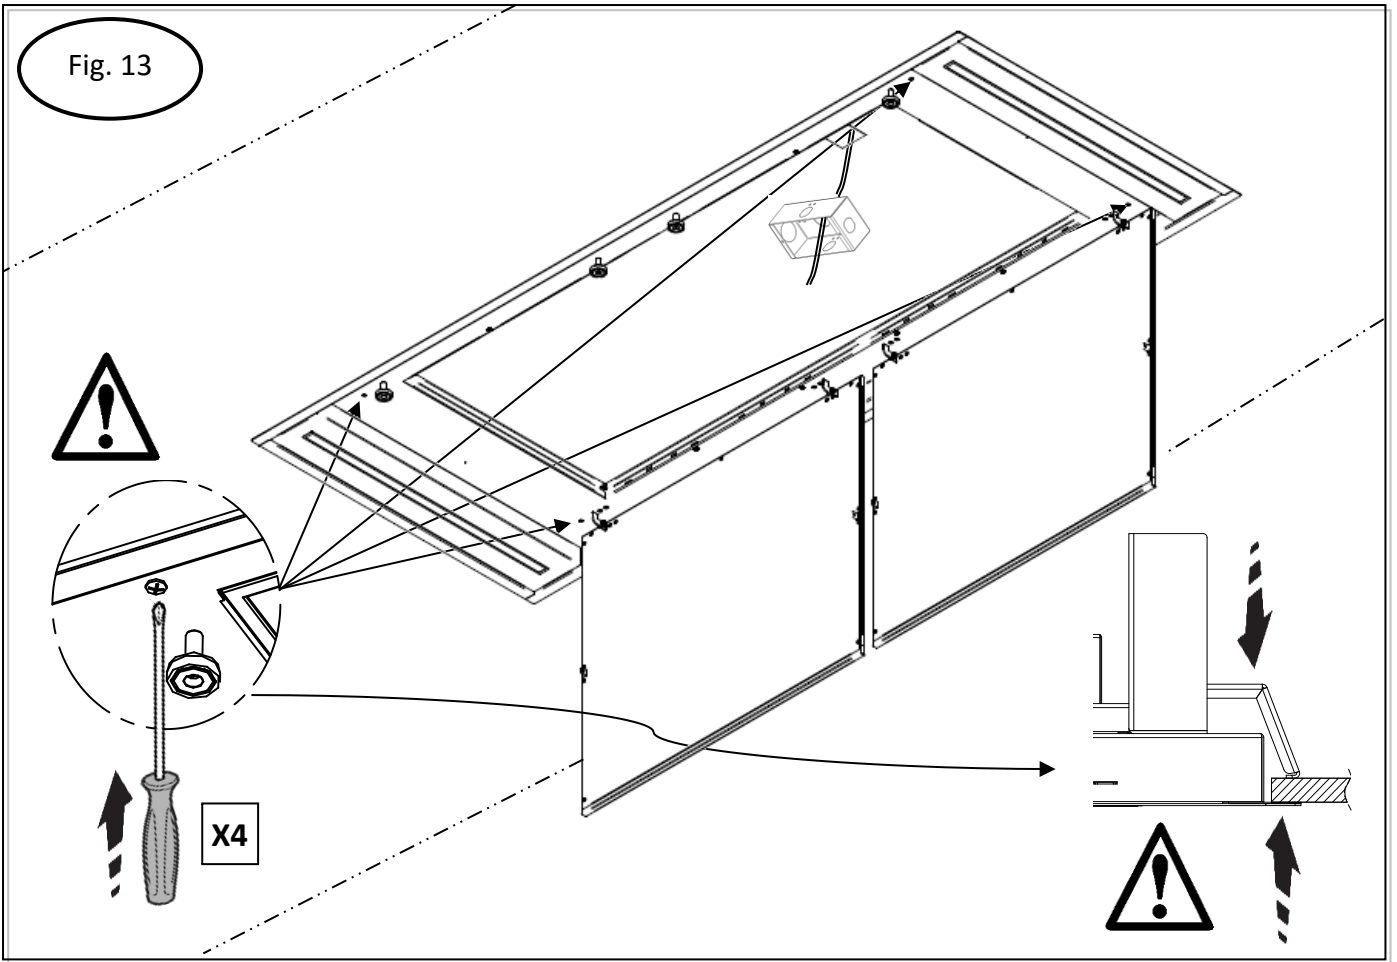

Fig. 14
- Serrer toutes les vis d'assemblage entre le bas de la hotte et le boîtier de la soufflerie (fig.14).